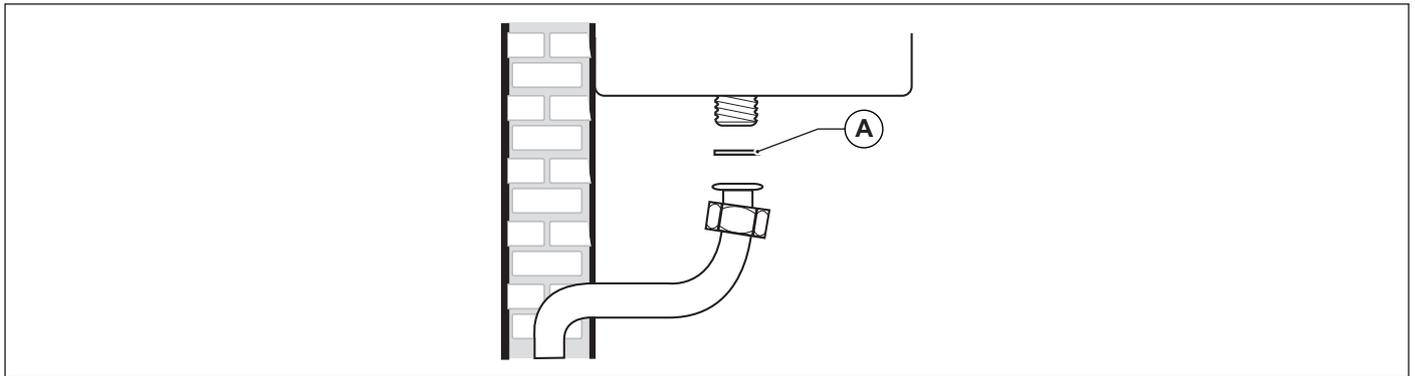

Fig. 22 Allacciamento alla rete del gas
E' OBBLIGATORIO, per collegare l'attacco gas della caldaia alla tubazione di alimentazione, interporre una guarnizione (A) a battuta di misure e materiali adeguati (vedi Fig. 22 Allacciamento alla rete del gas).